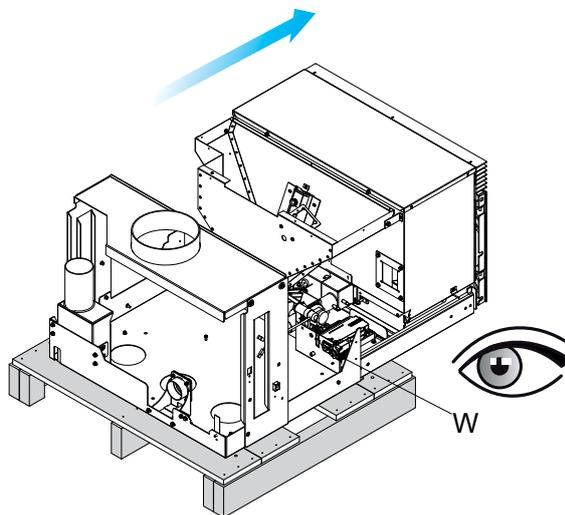

Abb. 6.1.4
**Diese Aktion löst den Sicherheitsmikroschalter (W) aus, der die Stromversorgung abschaltet. (Abb. 6.1.4) Das Versorgungskabel darf nicht an das Stromnetz angeschlossen sein.**